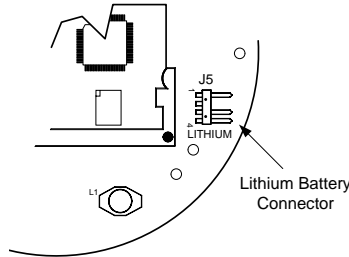

Fig. 12: Conexão da bateria de lítio na placa eletrônica principal
1. Para conectar a bateria, localize o conector da bateria atrás e no lado inferior direito do monitor (Fig. 12).